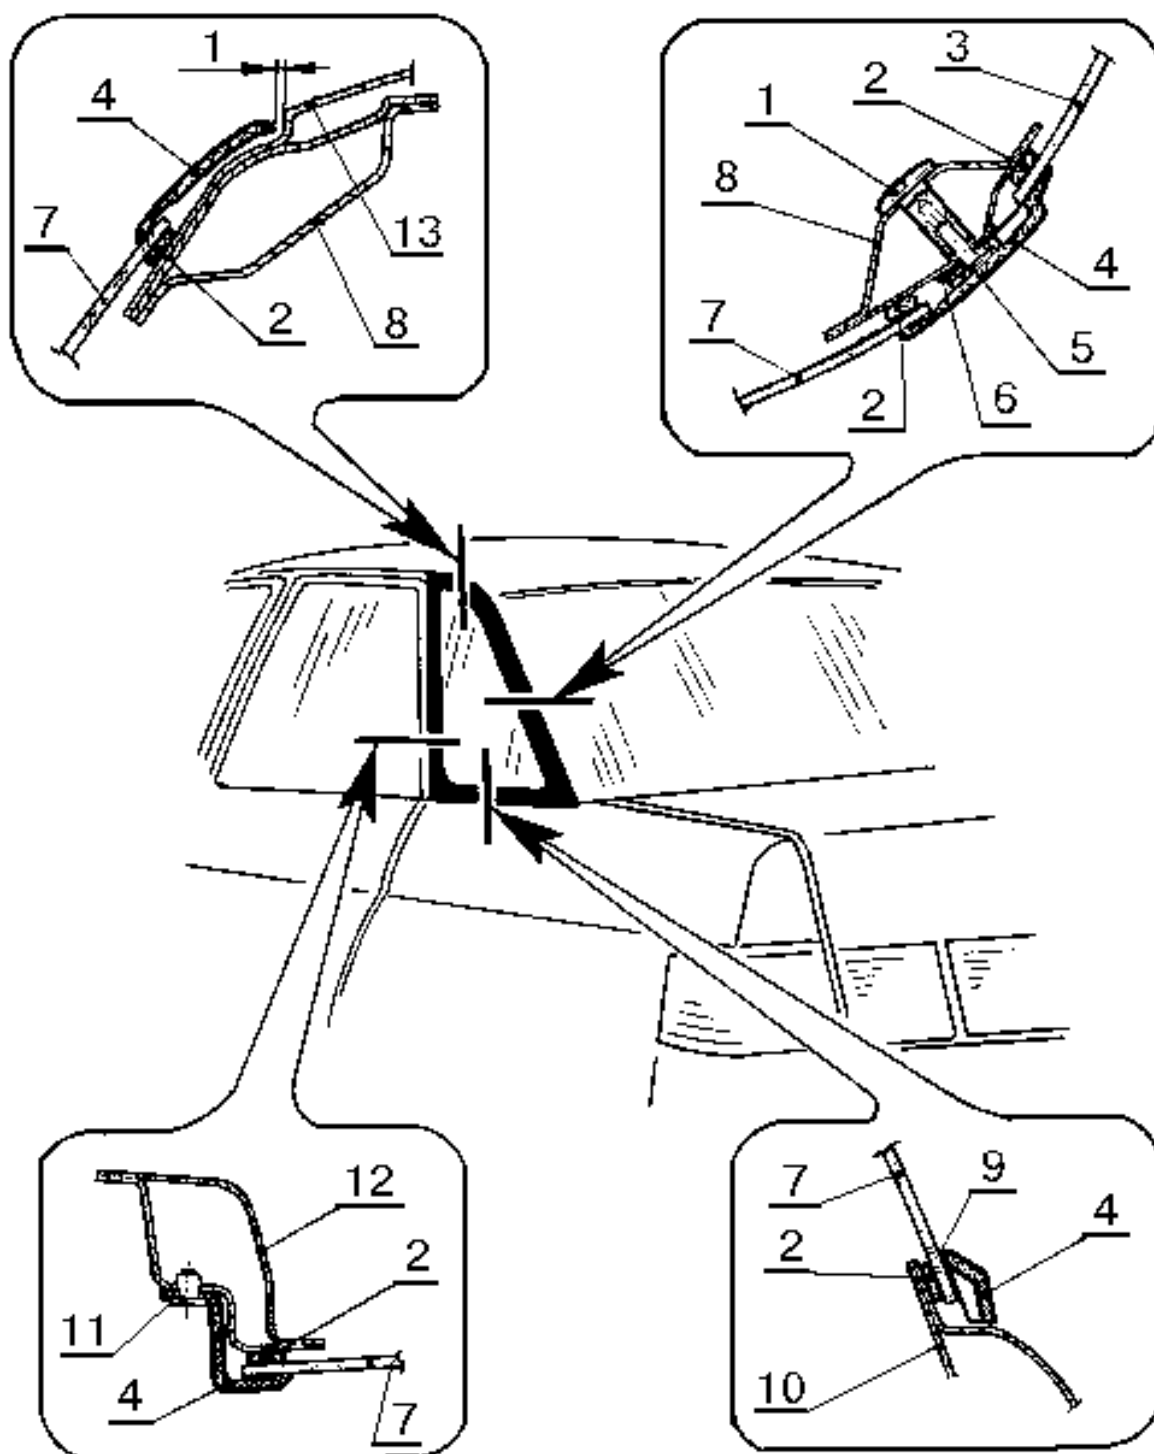
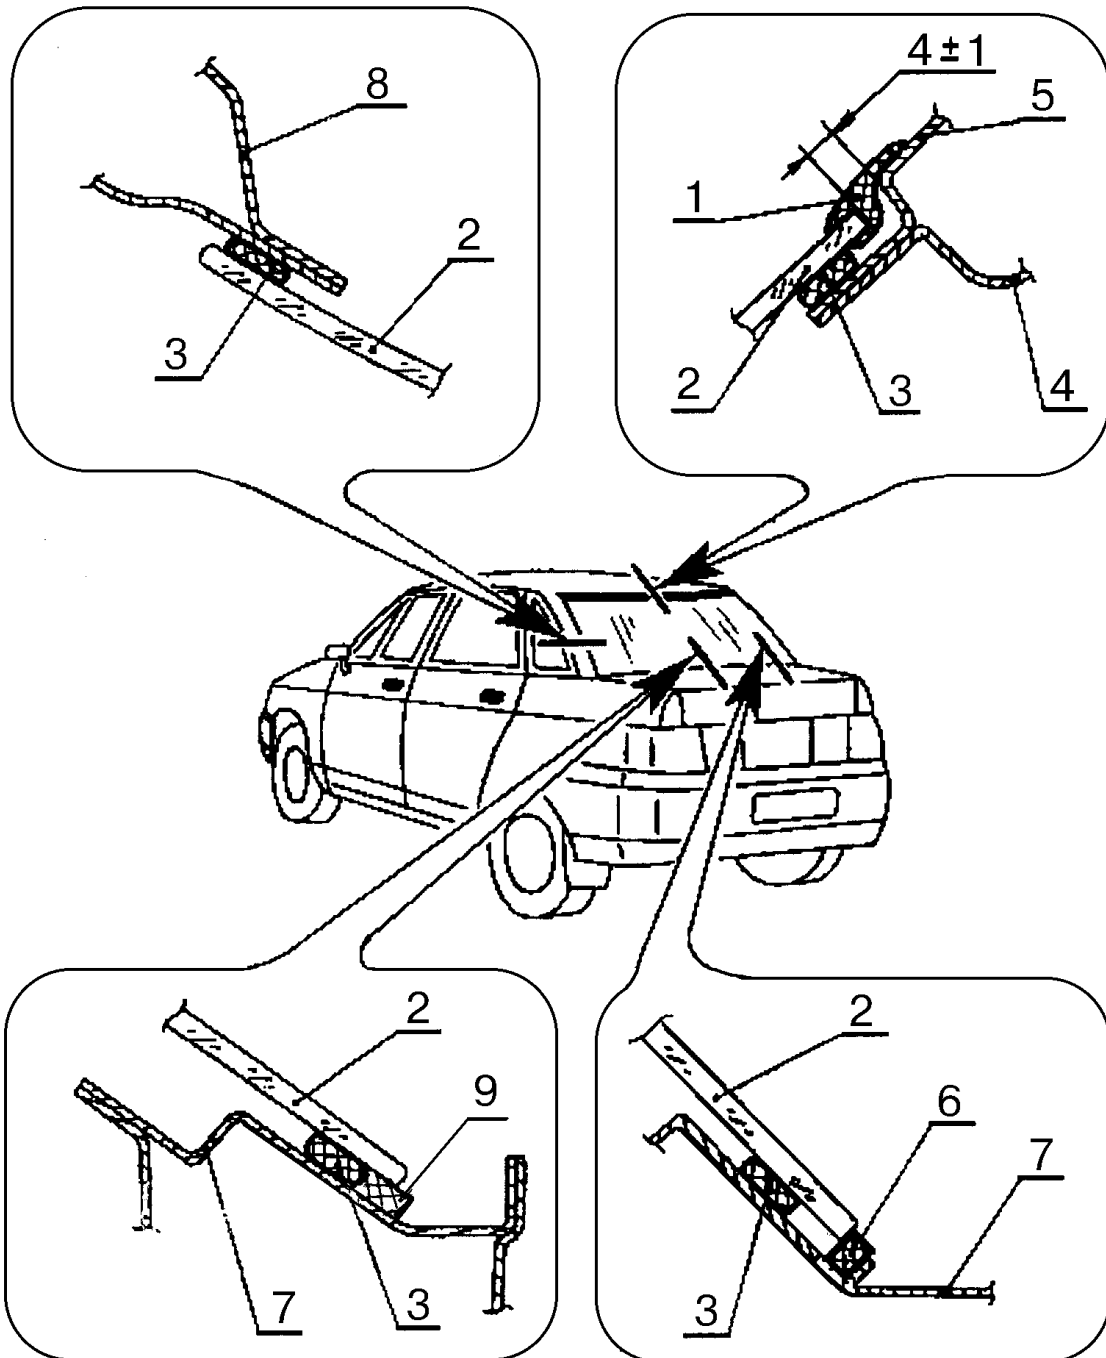

Рис. 6. Установка стекла и рамки окна боковины:
Рис. 7. Установка стекла и окантовки заднего окна:
ТИ	<p>2.11 Извлечь ветровое стекло из проема. Операции по пп. 2.10, 2.11 выполнять с помощником.</p> <p>3 Снятие заднего и бокового стекол.</p> <p>3.1 Откинуть вперед спинки 16, рис. 3, заднего сиденья правую и левую.</p> <p>3.2 Снять облицовку 13 болта 14 крепления ремня 15 безопасности и отвернуть болт 14 (ключ кольцевой 17).</p> <p>3.3 Отсоединить пять держателей 11 и снять обивки 12 стоек в сборе с ремнем 15 (отвертка плоская).</p> <p>3.4 Снять полку 17 багажника.</p> <p>3.5 Отвернуть две кнопки 1, рис. 6, крепления рамки 4 окна боковины, удалить три пистона 11 (при необходимости) и снять (отогнуть) рамку 4 окна боковины, отсоединив держатель 9 (отвертка плоская, пневмодрель типа L ВВ 24 Н020 фирмы "Атлас Копко", сверло диаметром 4 мм).</p> <p>Допускается при снятии и установке заднего стекла пистоны 11 рамки не отсоединять.</p> <p>3.6 Для снятия стекла заднего окна снять верхнюю окантовку 1, рис. 7, стекла (отвертка плоская).</p> <p>3.7 Снять стекло заднего окна или окна боковины, выполнив операции по пп.2.9...2.11.</p> <p>4 Перед заменой стекла двери задка автомобилей ВАЗ-2111/2112 разобрать дверь в соответствии с требованиями ТИ 3100.25100.20350.</p> <p>5 При замене стекол боковин автомобилей ВАЗ-2111/2112 снять и установить обивки стоек по ТИ 3100.25100.20347, пп. 2.9...2.13.</p> <p>Дальнейшие работы по замене стекла выполнять в соответствии с требованиями пп.2.9...2.11 настоящей ТИ.</p> <p>УСТАНОВКА СТЕКОЛ</p> <p>6 Подготовить склеиваемые поверхности (технологическая последовательность операций по подготовке поверхностей показана на примере клеевой системы фирмы "Терозон").</p> <p>6.1 Проверить величину зазоров по периметру прилегания ветрового стекла к раме ветрового окна. Проверку производить с помощью приспособления 67.21.023 или стекла ветрового технологического. Величина зазоров должна быть не более 2 мм (набор щупов). При необходимости произвести правку рамы ветрового окна по ТИ 3100.25100.60503 (набор рихтовочного инструмента).</p> <p>6.2 Положить снятое или новое стекло с помощью держателей-присосок 1, рис. 11, на рабочий стол наружной поверхностью вниз (стол типа БС-152 с покрытием из войлока или линолеума).</p>
7.6 Во избежание "сползания" стекла вниз, установить регулировочные клинья 9, рис. 4, или повернуть эксцентрики 6, рис. 7, до касания о стекло (отвертка плоская).
7.7. Равномерно и осторожно прижать стекло к проему, обеспечив раздавливание валика клея 3, рис. 4, до толщины 3,5...4,5 мм. Установить под переднее и заднее стекла по нижней кромке по два упора 8, рис. 4 и 9 рис. 7, и под боковые стекла три упора (два внизу и один вверху). Расправить окантовку стекла, обеспечив плотное прилегание окантовки к стеклу и проему кузова по всему периметру окантовки.
Во избежание смещения стекла запрещается перемещать автомобиль и резко закрывать двери в течение 7...8 часов после установки стекол. Опускные стекла дверей держать открытыми, чтобы при закрывании дверей не возникало воздушного давления на стекло. Работы, связанные с приложением усилий к стеклу, можно начинать спустя 14 часов после приклейки, при этом повернуть упоры 6, рис. 7, против часовой стрелки для образования зазора 1...2 мм между упором и стеклом, убедиться в надежности герметизации упоров мастикой 51-Г-7. При необходимости, нанести мастику 51-Г-7 на оси упоров. Норма расхода мастики 5 г. Оптимальная прочность клеевого соединения достигается, в зависимости от погодных условий, через 4...6 суток.